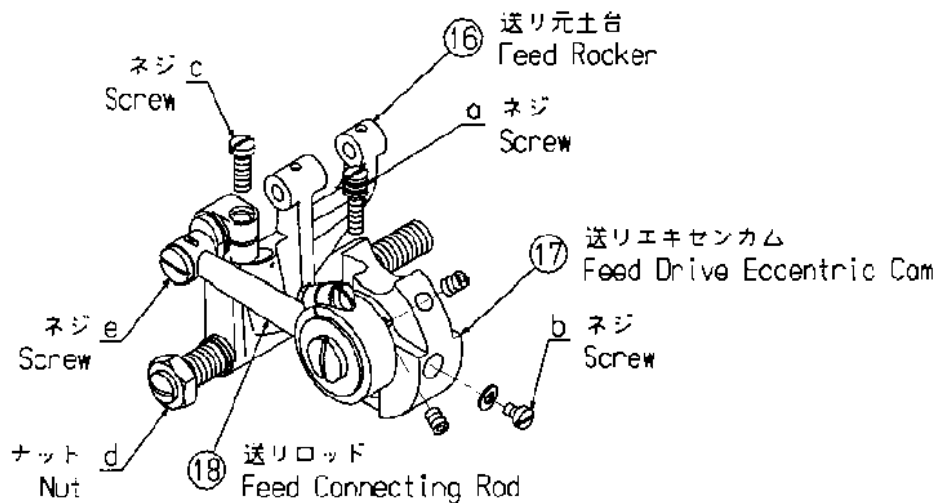

Fig.11
Loosen nut, (d) of Fig.11, of Feed Dog ⑫, and adjust position of Feed Rocker ⑩ so that $A=A'$ is obtained. Tighten nut (d) and confirm that Feed Rocker ⑩ moves smoothly.
Adjust Feed Drive Eccentric Cam ⑦ with its adjust screw, (a) of fig.11, so that feed amount of Feed Dog ⑫ is 10mm. To adjust, loosen screw, (b) of Fig.11, of Feed Drive Eccentric Cam, ⑦ and turn adjust screw (a) counterclockwise to increase feed amount, and clockwise to decrease it.
送り金の左右の調整は、Fig.11のdのナットを緩めて送り元土台⑩を左右に動かして $A=A'$ になるように調整してください。そしてナットdを締付けて、送り元土台⑩がスムーズに動く事を確認してください。
送り金⑫の送り量が10mmになるように送りエキセンカム⑦の調整ネジaで調整してください。送り量の調整はFig.11で示す送りエキセンカム⑦のネジbを緩めてから調整ネジaを左に廻すと送り量は大きくなり右に廻すと送り量は小さくなります。次に送り金⑫が最も後進したときの針板溝と送り金との隙間Bと、送り金が最も前進したときの送り元土台と針ガイドとの隙間B'が均等になるように送り元土台⑩のネジcを緩めてネジeを廻して調整してください。
Loosen screw, (b) of Fig.11 of Feed Drive Eccentric Cam ⑰, and turn adjust screw (a) counterclockwise to enlarge stitch spacing, and clockwise to reduce it. Tighten screw (b) tentatively, and run several pieces of material to test to confirm that you get required stitch spacing. Finally, fasten screw (b) firmly.
2-4 縫い目幅の調整 (Fig.11)